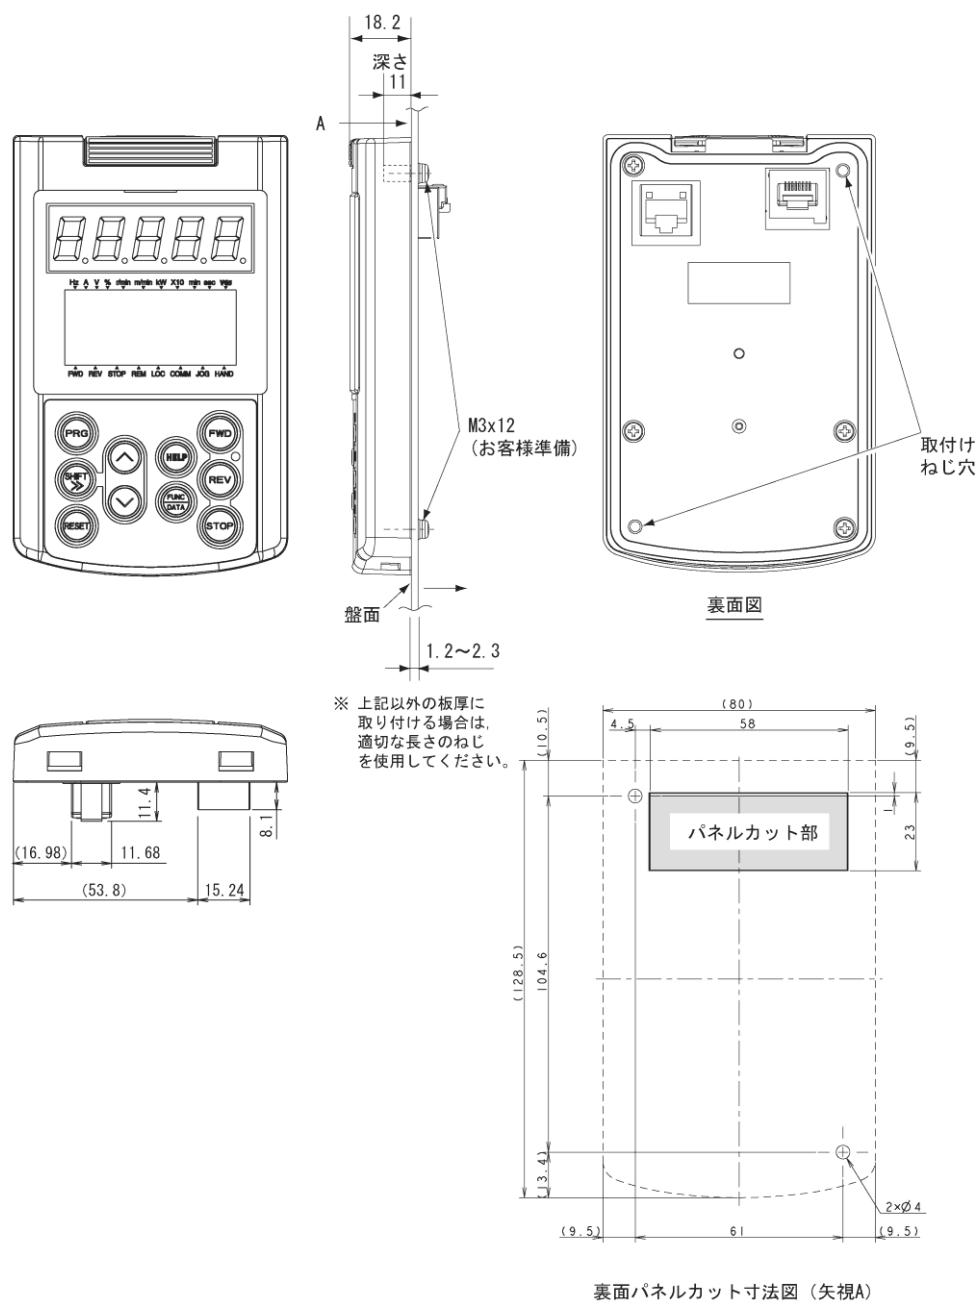

図2.3-6 取付けねじ穴位置とパネルカット寸法
- (1) タッチパネルを取り付ける盤面に、図 2.3-6に示すパネルカットを行ってください。また、適切な長さのねじを準備してください。